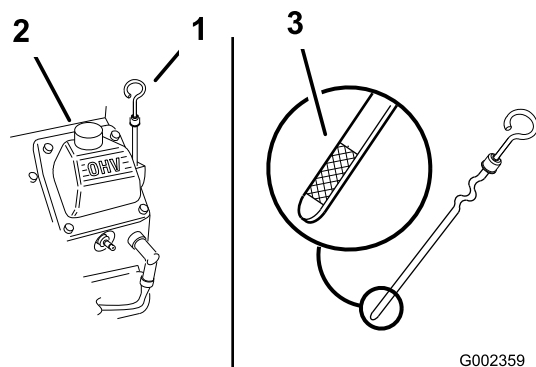

Figura 46
4. Pulite attorno all'asta di livello (Figura 46) in modo che la morchia non possa penetrare nel foro di rifornimento e danneggiare il motore.
5. Estraete l'asta di livello dell'olio e pulitene l'estremità (Figura 46).
6. Inserite a fondo nel tubo di rifornimento l'asta di livello dell'olio (Figura 46).
7. Versate lentamente nel tubo di rifornimento (Figura 46) l'80% circa dell'olio indicato.